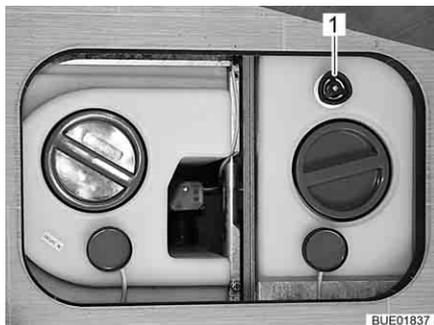

Fig. 191 Serbatoio dell'acqua con maniglia girevole
- Sul serbatoio dell'acqua ruotare la maniglia girevole (Fig. 191,1) in senso antiorario, oltre la resistenza verso l'esterno fino all'arresto, per aprire completamente l'apertura di scarico.